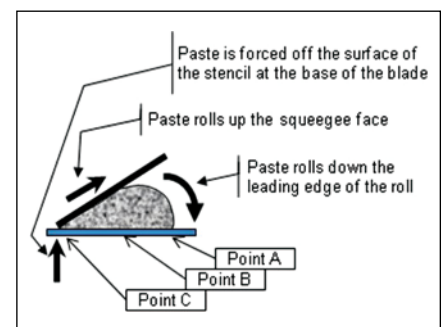

Bild 4: Pastendruck an unterschiedlichen Punkten des Druckhubs
Wenn das Lot zum ersten Mal mit dem Pastensensor in Berührung kommt (**Bild 4**), kommt es bei der Druckanzeige zu einer kleinen Spitze (A). Damit wurde die nach unten wirkende Kraft der Paste an der Vorderkante der Pastenrolle berechnet.
Nach der kleinen Spitze fällt der Druck ab, weil das Gewicht (B) der Paste auf den Sensor übertragen wird (**Bild 4**).
Der höchste Druck entsteht, wenn der Kontaktpunkt zwischen Rakel und Schablone (C) erreicht ist (**Bild 4**). Dies ist auf den Schub der Paste an der Rakelmesserschnei-